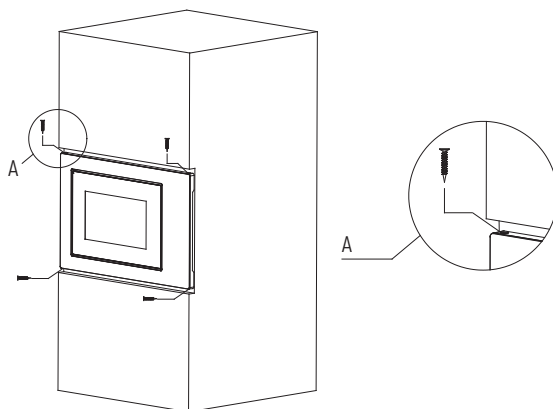

Рис. 4
- ☑ Закрепите микроволновую печь в шкафу с помощью винтов, входящих в комплект поставки. (Рис.4)